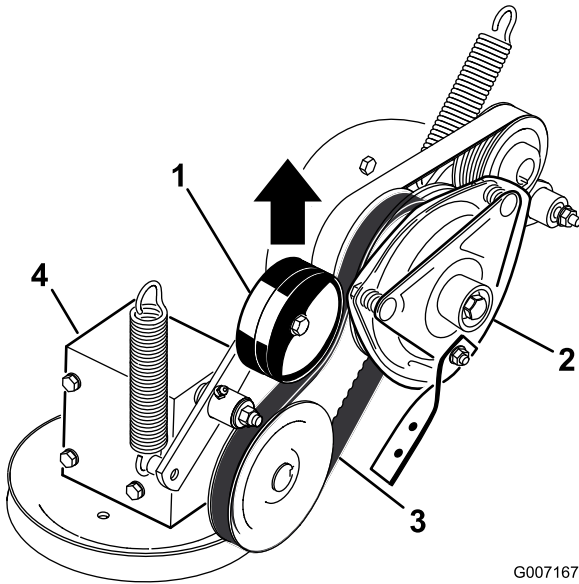

Bild 57
5. Ziehen Sie an der gefederten Spannscheibe für den Zapfwellentreibriemen und nehmen Sie den Riemen von der Kupplungsscheibe ab (Bild 57).
17. Ziehen Sie an der gefederten Spannscheibe für den Zapfwellentreibriemen und befestigen Sie diese an der Kupplungsscheibe (Bild 57).